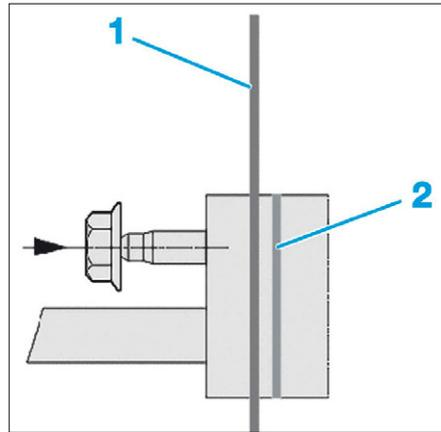

FIG. 11
- Lors de la repose des conduits de réfrigération, la face d'appui (1) de la bride devra être en appui sur la face d'appui (2) du condenseur avant de serrer l'écrou (Fig.11).
- Lors de la repose des conduits de réfrigération, la face d'appui (1) de la bride devra être en appui sur la face d'appui (2) du détendeur avant de serrer l'écrou (Fig.11).